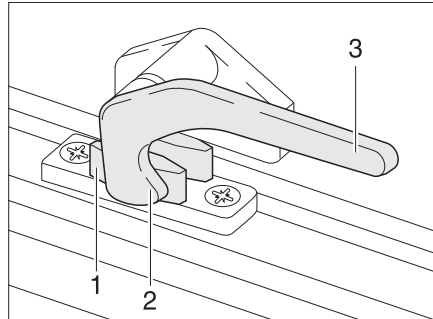

Bild 33 Verriegelungshebel in Stellung "geschlossen"
- Den Verriegelungshebel (Bild 33,3) eine viertel Umdrehung zur Fenstermitte hin drehen.
- Den Verriegelungshebel (Bild 33,3) eine viertel Umdrehung zum Fensterrahmen hin drehen. Die Verriegelungsnase (Bild 33,2) liegt auf der Innenseite der Fensterverriegelung (Bild 33,1).
- in Stellung "fest verschlossen" (Bild 33)